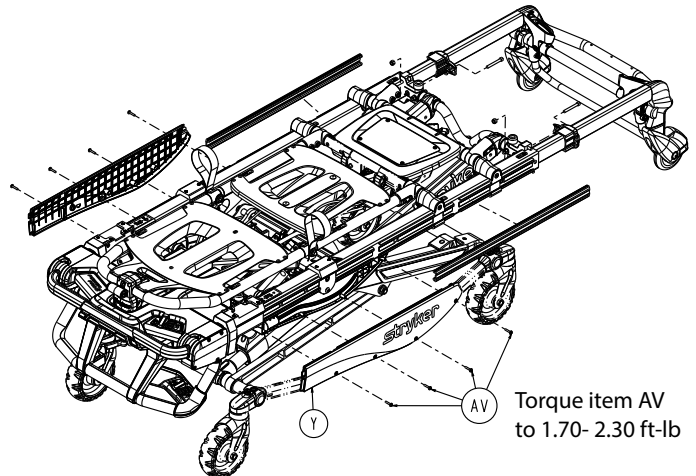

Figure 72 – Retirer les vis du couvercle du bloc coulissant
8. À l'aide d'une clé Torx T25, retirer les quatre vis de taraudage à tête ronde à embase (AV) qui fixent le couvercle du bloc coulissant (Y) au bloc coulissant (Figure 72). Conserver les vis.